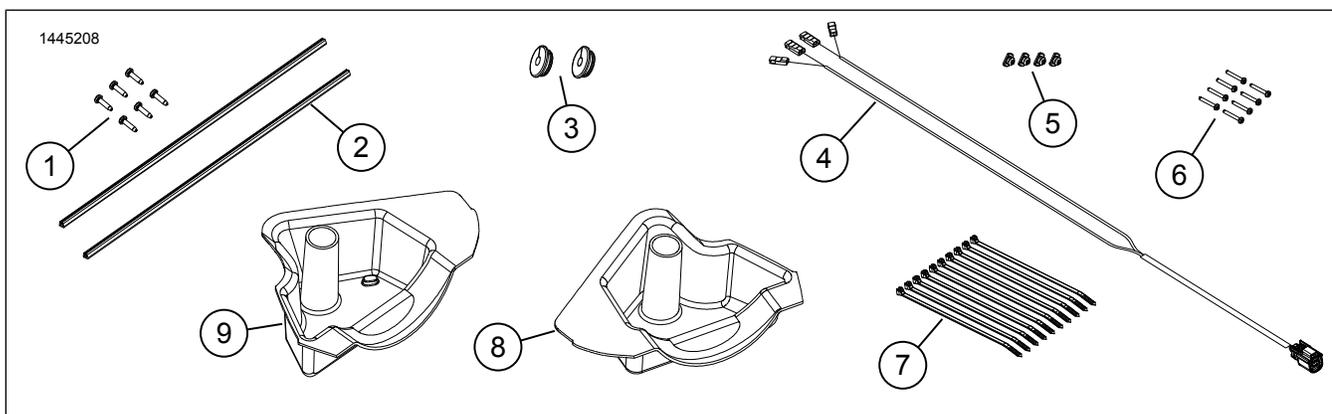

Figura 14. Peças de serviço, alto-falantes da carenagem inferior
14. Veja a figura 14. Instale o ilhó de borracha (3) no furo.
- Veja a figura 14. Conecte [351B] do chicote de fios do alto-falante (4) a: